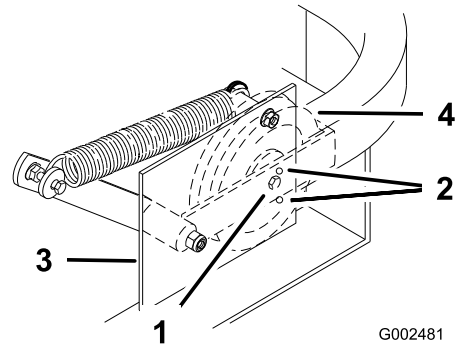

Figura 52
Importante: Compruebe que la correa está instalada en las guías de correa delantera y trasera (Figura 52).
4. Compruebe la tensión de la correa. El perno central de la polea tensora tensada con muelle debe estar cerca del taladro de alineación superior del soporte izquierdo (Figura 52).